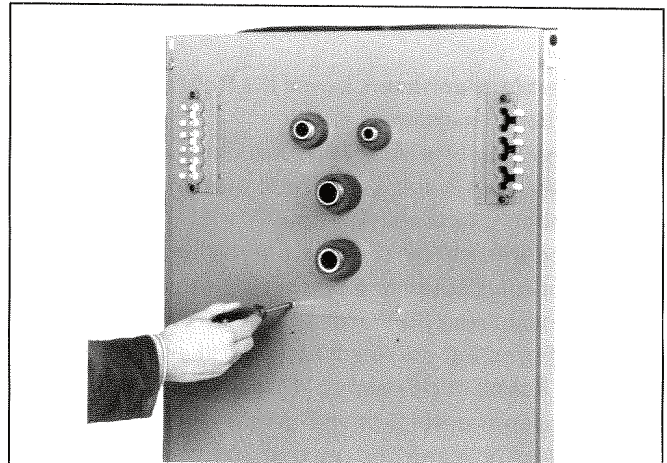

Abb. 8 Abdeckblech anschrauben (nur bei Kesseln mit Speicher-Wassererwärmer 155 und 180 Ltr.)
7. Das Abdeckblech (nur bei Kesseln mit Speicher-Wassererwärmer 155 und 180 Ltr. Inhalt) mit Blechschrauben an das Hinterblech schrauben (Abb. 8).